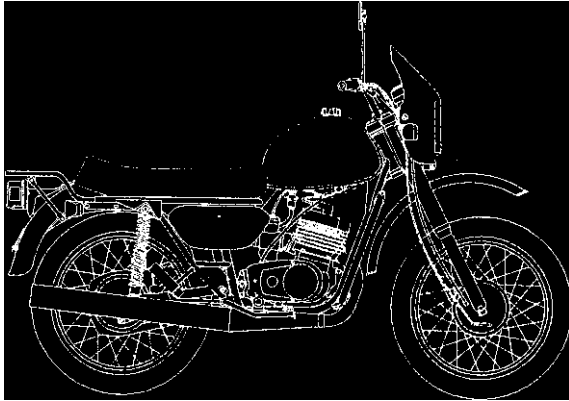
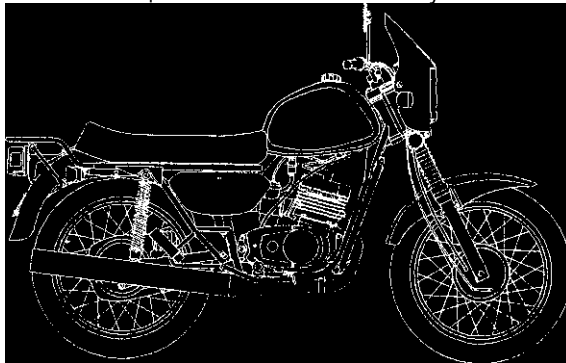

Рис.1. Мотоцикл ММВЗ-3.11214 «Спутник»
Рис.2. Мотоцикл ММВЗ-3.11215 «Пионер»
1.1. Мотоциклы ММВЗ-3.11214 «Спутник» (рис. 1), и ММВЗ-3.11215 «Пионер» (рис. 2), предназначены для эксплуатации в качестве индивидуального транспортного средства для передвижения по дорогам с различным покрытием и без него под нагрузкой массой водителя, а на дорогах с твердым покрытием под нагрузкой массой водителя и пассажира, в климатической зоне с умеренным климатом (исполнение У, категории 1 ГОСТ 15150-69).